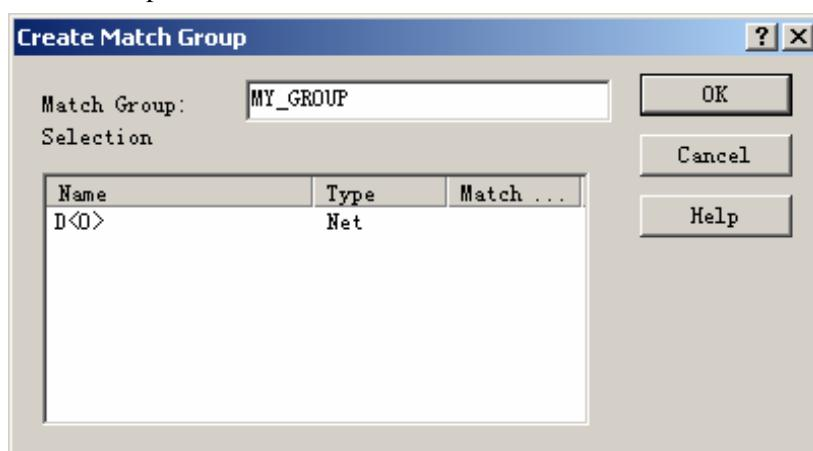

图 3-4 【Create Match Group】对话框
6. 在【Match Group】栏输入名称“MY_GROUP”，请见图 3-4。